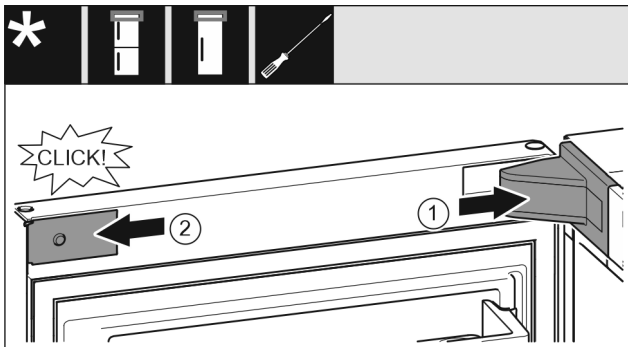

Fig. 23
- ▶ Așezați apărătoarea suporturilor de lagăr și fixați-o în poziție, după caz, desfaceți-o prin apăsare cu precauție. Fig. 23 (1)
- ▶ Aplicați și fixați în poziție masca. Fig. 23 (2)